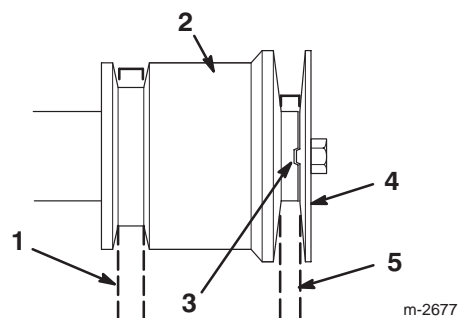

Figure 26
Remarque : Ne pincez pas la courroie d'entraînement de traction (Fig. 26).
15. Remontez la poulie à gorge du moteur en prenant soin de bien engager le relief d'indexation dans le creux d'indexation de la poulie du moteur (Fig. 26).
16. Fixez la poulie à gorge avec la rondelle, la rondelle-frein et le boulon du vilebrequin (Fig. 26).
Remarque : Ne pincez pas la courroie d'entraînement de tarière/roue hélice (Fig. 26).
Remarque : Contrôlez que le relief d'indexation de la poulie à gorge du moteur est bien engagé dans le creux d'indexation de la poulie du moteur centrale. Ne pincez pas la courroie (Fig. 26).